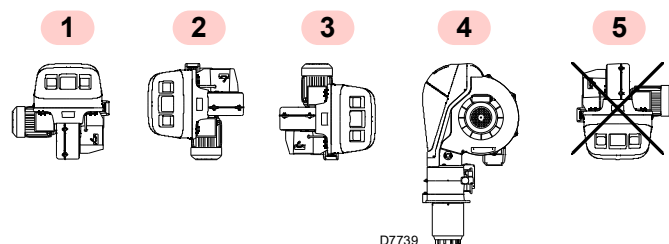

Fig. 14
- Le brûleur est exclusivement prévu pour fonctionner dans les positions 1, 2, 3 et 4 (Fig. 14).